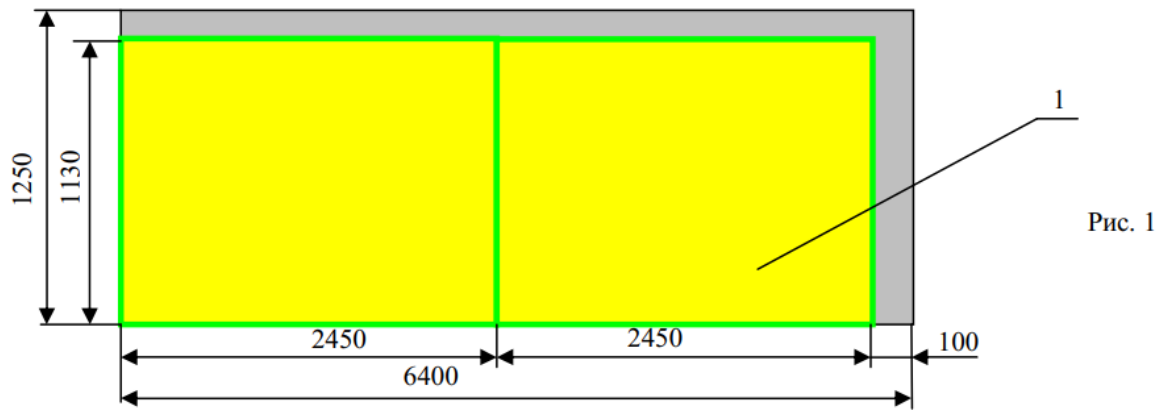

Рис. 1
- I. Лист раскраивают с учетом изготовления деталей одного размера - однонаименования (пример: рис.1).